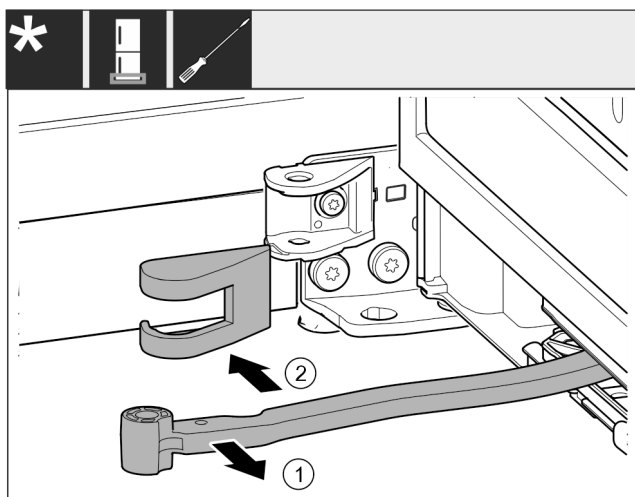

Fig. 16
- ▶ Tourner l'articulation en direction de la porte. Fig. 16 (1)
- ▶ Retirer le cache du support de palier. Fig. 16 (2)